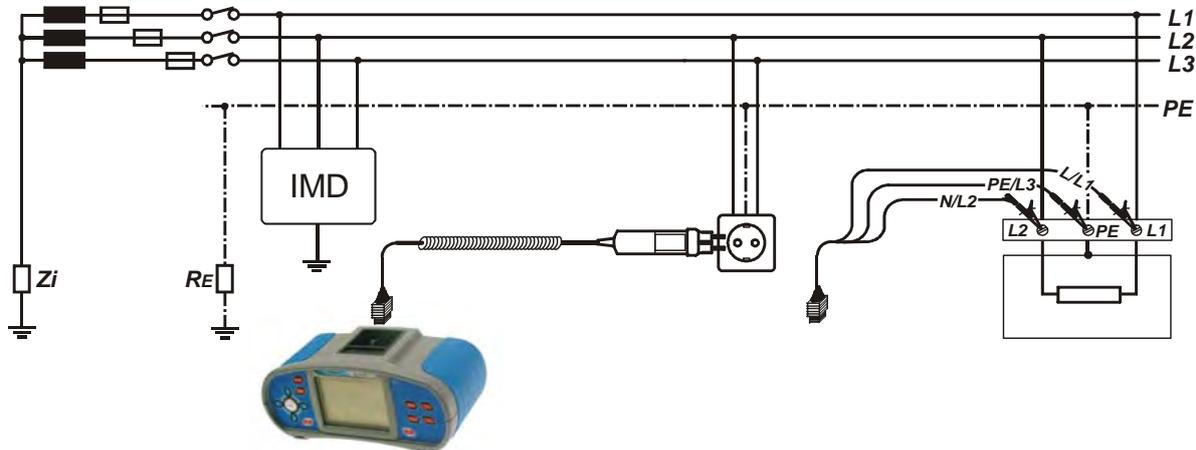

Abb. D.5: Anschluss mit dem Taster-Stecker und Universalprüfkabel
- ❑ **Schließen** Sie das Prüfkabel an das Instrument und an die zu prüfende Anlage an (siehe Abb. D.5).